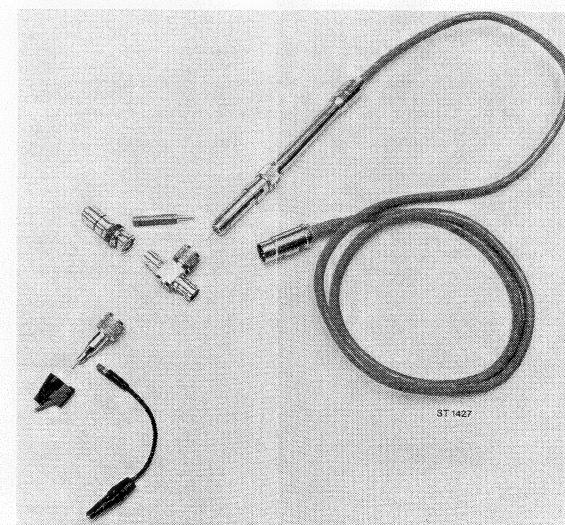

Fig. 5.
**III-2.4. Sonde HF PM 9211 (Fig. 5, page 36)**